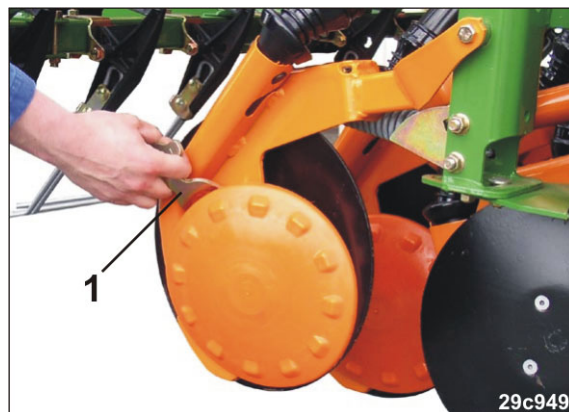

Fig. 93
1. Înclicetați mânerul (Fig. 93/1) într-una din cele 3 poziții.